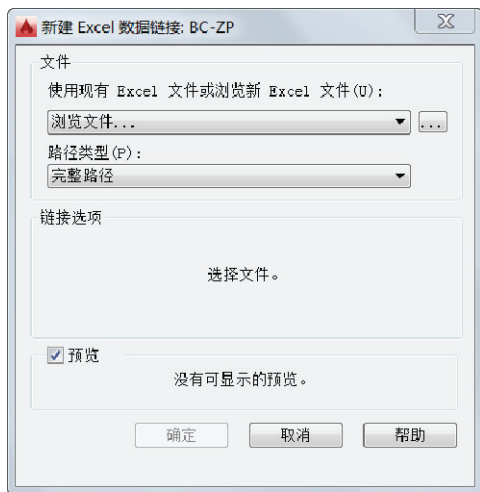
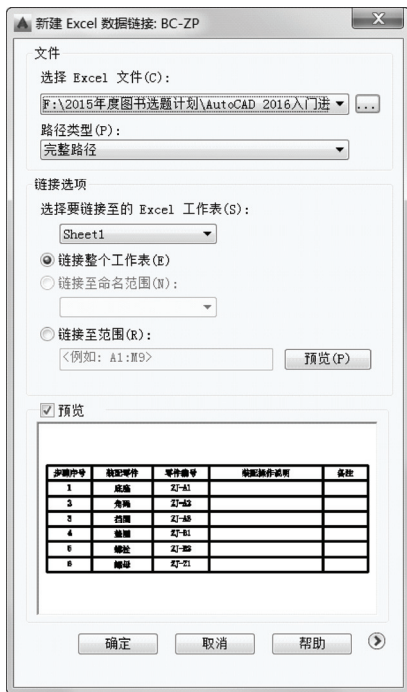

图 7-17 “新建 Excel 数据链接: BC-ZP”对话框
图 7-18 新建 Excel 数据链接
5) 系统弹出图 7-17 所示的“新建 Excel 数据链接: BC-ZP”对话框。单击“浏览文件”按钮 $\dots$ ，通过弹出的对话框选择到所需的 Excel 文件（如之前保存在磁盘中的“BC-ZP.XLS”文件）。“新建 Excel 数据链接”对话框将变为图 7-18 所示。此时在对话框中可以预览到表格效果。